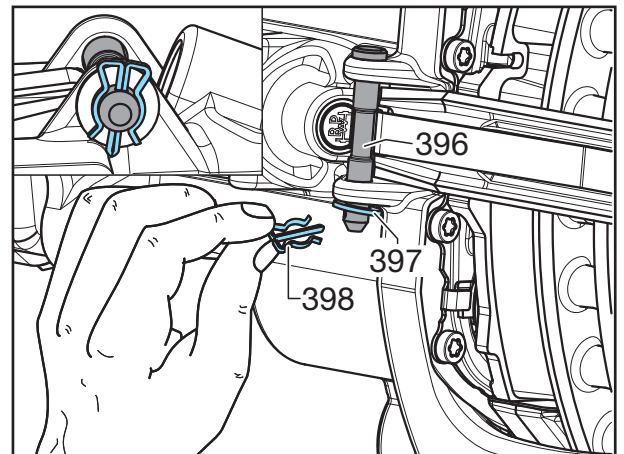

Fig. 29
[37] Bolzen (396) von oben einsetzen, Scheibe (397) montieren und mit Federsplint (398) sichern. Auf richtige Montageposition des Splintes achten, damit genügend Freiraum zur Felge gewährleistet ist (siehe Fig. 29, oben).